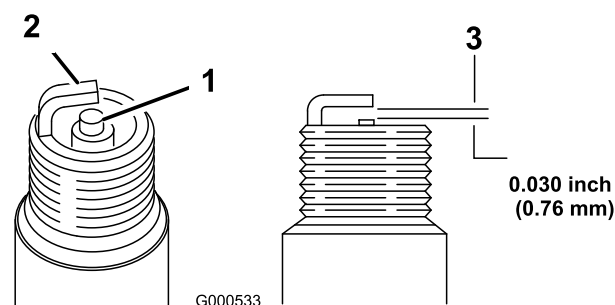

図 49
- すきまゲージでエア・ギャップの点検を行い、隙間の大きさが適切でなければ側面の電極を注意深く曲げて調整する(図 49)。
- 中央の電極部(図 49)を観察する。